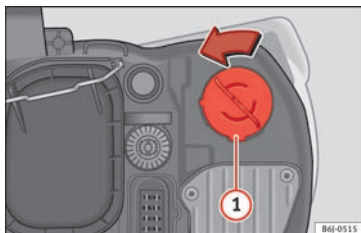

Fig. 100 Blinklys
- Drej pæreholderen » Fig. 100 ① mod venstre, og træk i den.